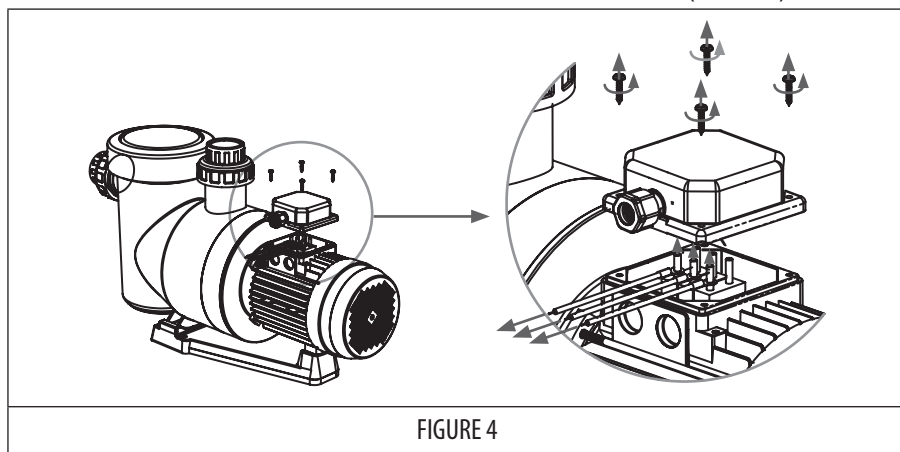

FIGURE 4
1. Dévissez les vis pour ouvrir le boîtier de connexions. (FIGURE 4)
2. Débranchez et retirez les câbles de test de conformité du bornier. (FIGURE 4)